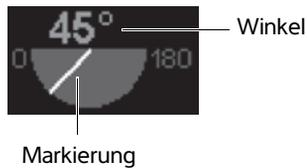

Abbildung 2-8 Abtastebenen-Anzeige
Eine Abtastebenen-Anzeige auf dem Systembildschirm zeigt die Richtung an. Der Winkel der Abtastebene wird durch eine Markierung und einen Wert angezeigt. Siehe **Abbildung 2-8**. Der Bildschirm zeigt den Winkel relativ zur standardmäßigen monoplanaren Position, die als 0° angegeben wird. Der Winkel der Abtastebene erstreckt sich von 0° bis 180° .
- 4 Darauf achten, dass sich das angezeigte Bild entsprechend den Zahlen auf der Abtastebenen-Anzeige ändert. Siehe **Abbildung 2-8**.